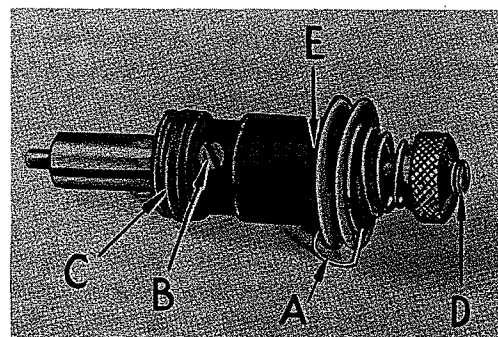
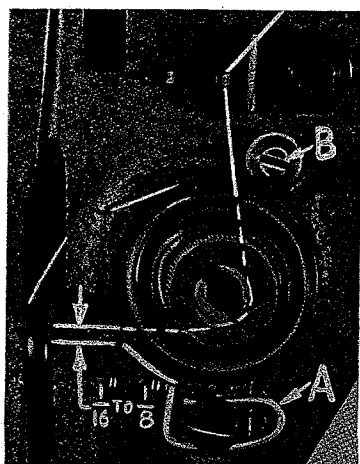
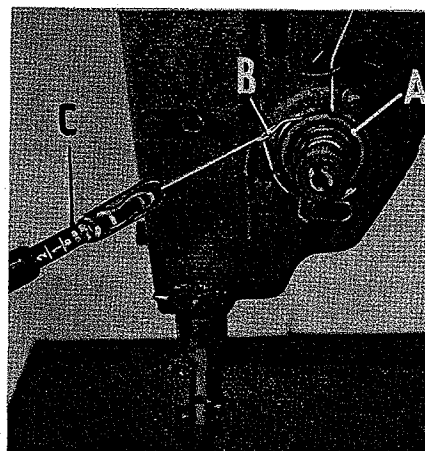

Fig. 17
Fig. 18
Fig. 18A
Pruébese la tensión del resorte verificador (A, Fig. 17). Deberá haber suficiente tensión para asegurar un buen retorno cuando se empuja y se suelta el resorte. Si hubiera que ajustarlo, aflojese el tornillo de sujeción en la cabeza, situado debajo del brazo y a la derecha del conjunto tensor, y quítese éste. Aflojese parcialmente el tornillo de sujeción (B) del poste tensor en el receptáculo de éste (C). Gírese el poste tensor (D) hacia la izquierda hasta que el resorte verificador se mueva lejos de la parada superior (C) y hágase presión sobre él. Gírese el poste tensor (D) hacia la derecha hasta que el resorte vuelva a tocar la parada superior (E). Después sígase en la misma dirección hasta obtener la tensión deseada. Cuando está ajustado debidamente, el tornillo de sujeción (B) del poste tensor deberá subirse pero sin gran esfuerzo. Otro ajuste de la tensión del resorte verificador puede hacerse insertando un destornillador en el extremo ranurado del poste tensor (D) y girándolo en la dirección requerida.
La posición dentro y fuera del conjunto tensor es correcta cuando los discos tensores están en línea con el ojete (B, Fig. 18) del resorte verificador. Ajústese el tornillo de parada (B, Fig. 18) de manera que el reborde del conjunto tensor descansa sobre el tornillo de parada y se mantenga en esta posición. Aflojese el tornillo de sujeción del conjunto tensor.
Compruébese el ajuste del conjunto tensor (A, Fig. 18A). Compruébese el resorte tensor. Deberá haber suficiente tensión para asegurar el buen retorno cuando el resorte (B, Fig. 18A) está deprimido y suelto. La tensión del resorte verificador se ajusta a aproximadamente 1 a $1-1/4$ onzas (28 a 35 gr.) midiéndolo en una balanza postal (C, Fig. 18A). Esta medición se hace cuando el resorte verificador está a $1/32$ a $1/16$ " (0,79 a 1,6 mm) desde la parada. El tornillo de sujeción del poste tensor (B, Fig. 17) deberá subirse pero no apretarse mucho. El pasador del regulador de tensión deberá moverse libremente en el poste tensor (D, Fig. 17). El ojete del resorte verificador (X, Fig. 18), situado debajo de los discos tensores, deberán ajustarse a la altura correcta, como sigue:
deberá ajustarse a $1/16$ a $1/8$ " (1,6 a 3, 18 mm) debajo de la línea del hilo (Fig. 18). Cerciórese de que el ojete sea ajustado cerca de los discos tensores de modo que el resorte verificador pase libremente sobre él sin obstáculo alguno. Después de hacer este ajuste, procédase a ensartar la maquina de acuerdo con el diagrama de ensartado (Fig. 2).